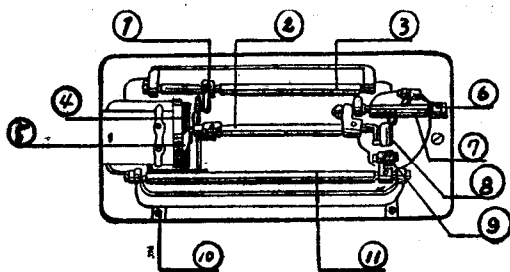

图 7
3. 机头底部 (图7)
① 牙 架	R 29	台牙軛头	2509
② 下 軸	Z 6	下地軸	2510
③ 台牙軸	R 30	台牙挡 (短牙挡)	2816
④ 摆 梭	R 40	梭架 (菱角)	2515
⑤ 摆梭托	R 39	梭架托 (蟹钳)	2441
⑥ 大頂尖螺絲	S 28	推拔螺絲	375
⑦ 下軸曲柄	R 33	十字架	125013
⑧ 摆軸滑块		下地軸軛头	2511
⑨ 圓錐螺絲		三級螺絲	1381
⑩ 平衡柱螺絲	S 44	保險螺絲	462